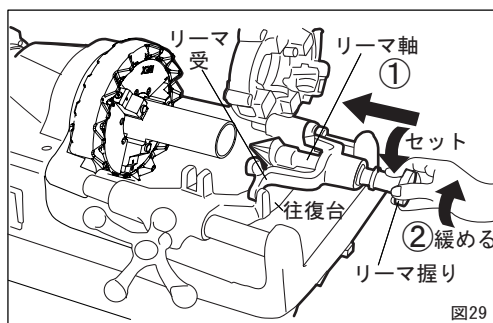

図29
- ③ 握りを反時計方向に回してホルダーにセットします。(図29)